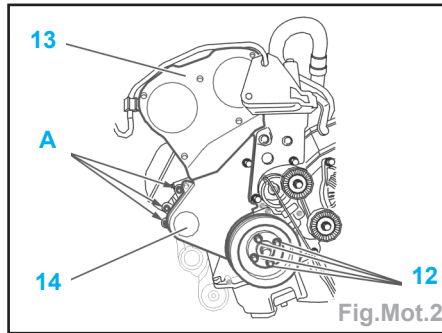

Fig.Mot.2
- Déposer (Fig.Mot.2) :
- les vis (12) et la poulie d'entraînement des accessoires,
- le carter de distribution (13),
- le carter de distribution (14).